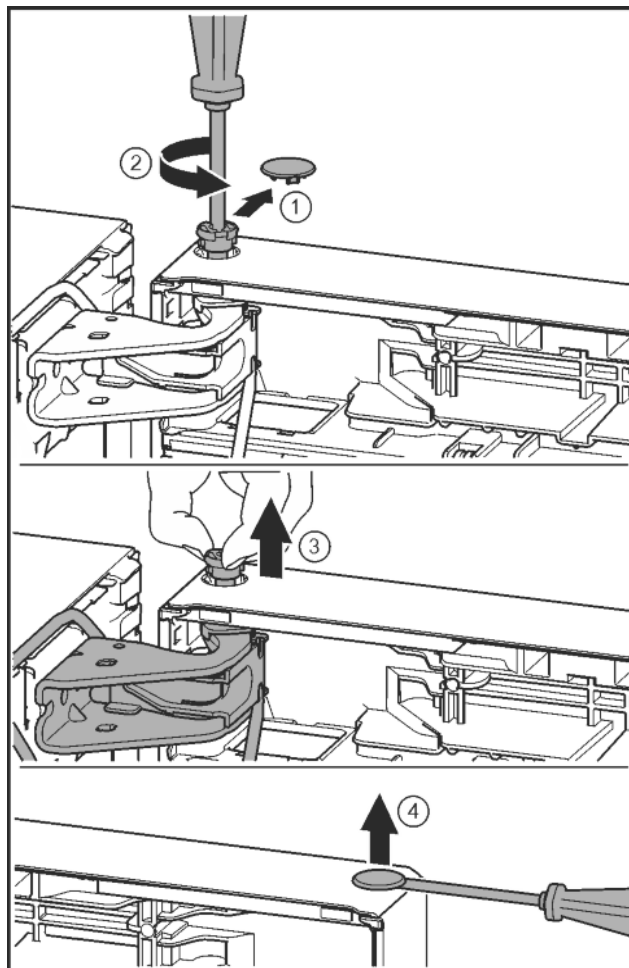

Fig. 25
- ▶ Sicherheitsabdeckung vorsichtig abziehen. Fig. 25 (1)
- ▶ Bolzen mit Schraubendreher T15 ein Stück herausdrehen. Fig. 25 (2)
- ▶ Tür festhalten und Bolzen mit den Fingern herausziehen. Fig. 25 (3)
- ▶ Stopfen aus der Tür Lagerbuchse vorsichtig mit einem Schlitzschraubendreher anheben und herausziehen. Fig. 25 (4)